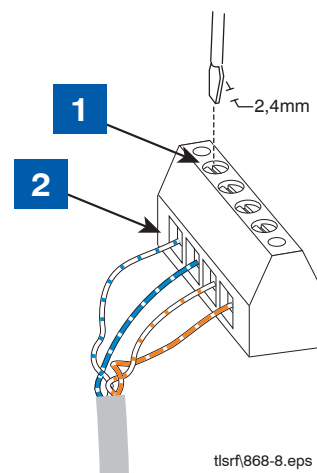

Abbildung 8. Anschluss der RS-485-Verdrahtung
3. HINWEIS: Ein Ende des RS-485-Kabels an RS-485-Anschlüssen im TLS RF und das andere Ende an den RS-485-Anschlüssen im Empfänger auflegen. Ein verdrehtes Leiterpaar wird an den Klemmen + und - und das zweite Leitungspaar an den Klemmen +15V und Masse angeschlossen. Sie müssen jeden Leiter jedes Paares 1:1 an den identischen Klemmen im Empfänger anschließen (z. B. weiß mit blauen Streifen an „-“ und weiß mit blauen Streifen an „+“) (Siehe Abbildung 23 auf Seite 25). HINWEIS: Siehe Abbildung 8 für Anschlussdetails.
HINWEIS: Siehe Abbildung 8 für Anlusstipps.